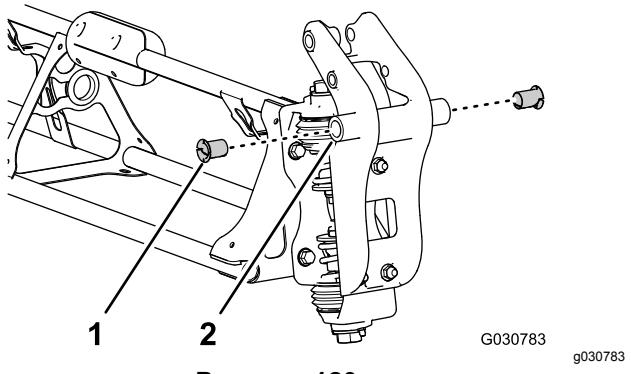

Рисунок 120
- Вставьте нейлоновые фланцевые втулки в отверстия диаметром 31,8 мм (1-1/4 дюйма) с каждой стороны крепления оси поворота (Рисунок 120).